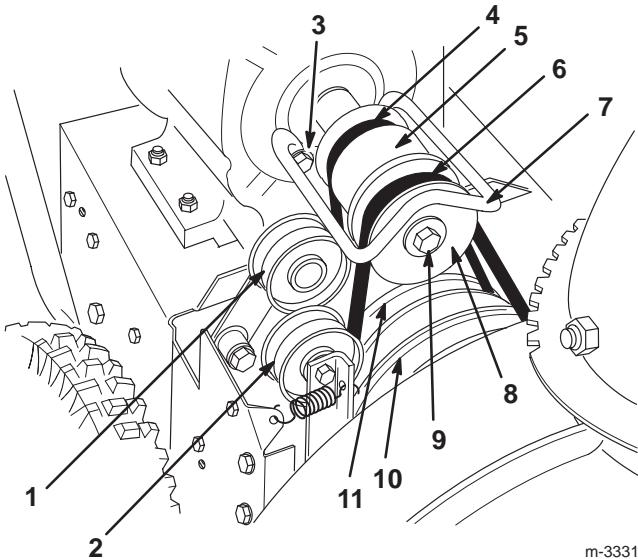

Bild 29
6. Entfernen Sie die beiden Schrauben, Scheiben und Sicherungsscheiben, mit denen die Riemenführung befestigt ist (Bild 29).
7. Entfernen Sie die Motorkurbelwellenschraube, die Sicherungsscheibe und die Scheibe (Bild 29).
8. Lösen und entfernen Sie die Motorantriebsscheibe (Bild 29).
10. Entfernen Sie die Motorriemenscheibe (Bild 29).
11. Entfernen Sie den Fahrantriebsriemen von der Antriebsriemscheibe und der Motorkurbelwelle (Bild 29).
12. Ziehen Sie die Spannscheibe für den Fahrantrieb nach außen und bringen Sie den neuen Fahrantriebsriemen an (Bild 29).
14. Ziehen Sie die Spannscheibe nach außen und legen Sie den Antriebsriemen für Schnecke/Gebläserad vorne um die Motorscheibe. Achten Sie dabei darauf, dass sich der Riemen an der Innenseite der Spannscheibe befindet (Bild 29).
9. Tauschen Sie den Treibriemen für Schnecke/Gebläserad aus (Bild 29).
10. Ziehen Sie die Spannscheibe nach außen und bringen Sie einen neuen Riemen an der Riemscheibe der großen Schnecke/des Gebläserads an (Bild 29).
11. Legen Sie den Riemen vorne um die Motorscheibe. Achten Sie dabei darauf, dass sich der Riemen an der Innenseite der Spannscheibe befindet (Bild 29).